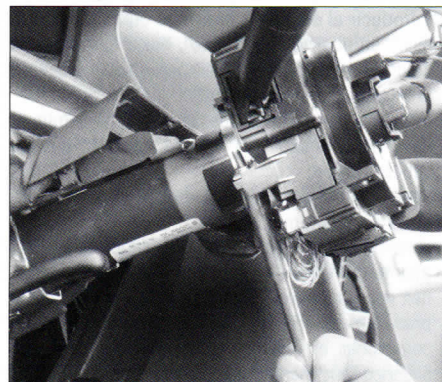

FIG. 4
- Aflojar el tornillo de la abrazadera del módulo del contactor giratorio (fig. 4).